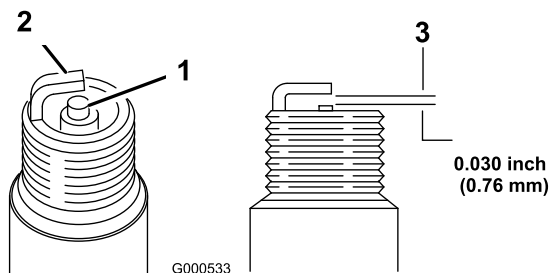

Figura 29
1. Mire la parte central de la(s) bujía(s) (Figura 29). Si se observa un color gris o marrón claro en el aislante, el motor está funcionando correctamente. Si el aislante aparece de color negro, significa que el limpiador de aire está sucio.
2. Compruebe la separación entre los electrodos central y lateral (Figura 29). Si la distancia no es correcta, doble el electrodo lateral (Figura 29).